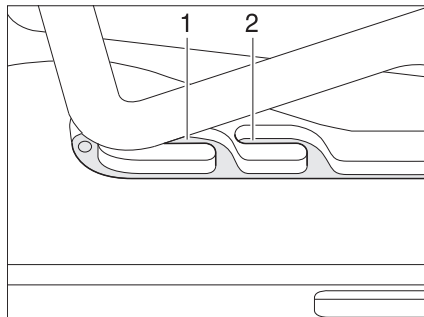
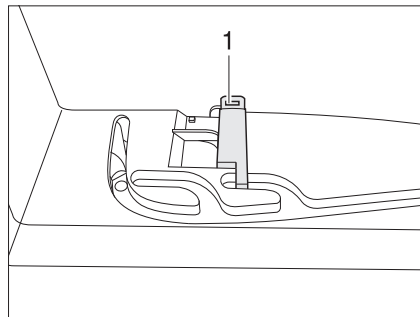

Fig. 66 Claraboya Heki en posición de ventilación
Fig. 67 Bloqueo de la posición de ventilación
La claraboya Heki se puede colocar en dos posiciones de ventilación: Posición de mal tiempo (Fig. 66,1) y posición mediana (Fig. 66,2). Según el modelo, la claraboya podrá ser bloqueada en la posición mediana con el pestillo (Fig. 67,1).
- Presionar el estribo ligeramente hacia arriba y empujarlo en la guía seleccionada (Fig. 66,1 ó 2) y, si fuera necesario, bloquearlo.